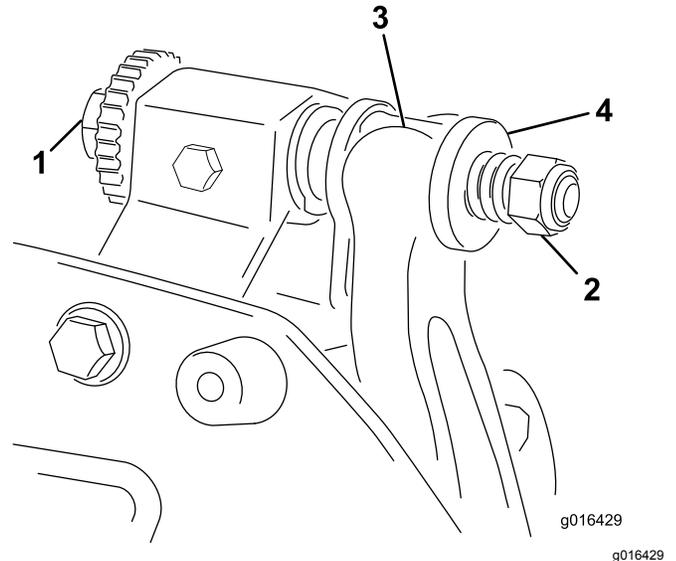

図 21
1. ベッドバー調整ねじを左に回してベッドナイフとリールの接触をなくす **図 21**。
2. スプリングテンションナットをゆるめて、ワッシャがベッドバーを全く押さないようにする **図 21**。
- ワッシャとベッドバー調整ねじとの間にベッドバーの固定用耳を入れる 図 21。